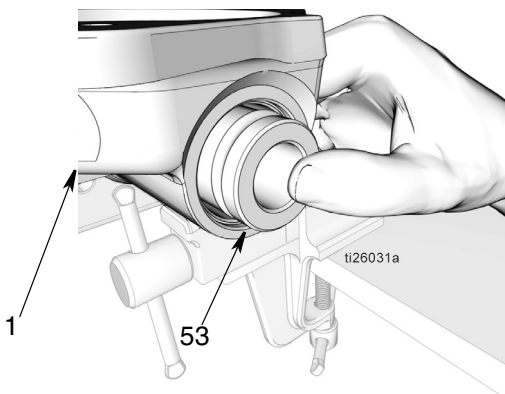

FIG. 45
- d. Utilizzare i pollici per premere la manica (53) nella base della pompa (1). Successivamente, utilizzando un'asta morbida, premere la manica completamente verso il basso, per quanto possibile (FIG. 45).
**NOTA:** Fare attenzione a non graffiare o danneggiare la manica e/o il corpo della base della pompa (1) quando si monta la manica nella base della pompa. Se la superficie viene graffiata o danneggiata, si creerà un percorso di fuoriuscita per il fluido durante l'uso della pompa e quest'ultima non funzionerà correttamente.